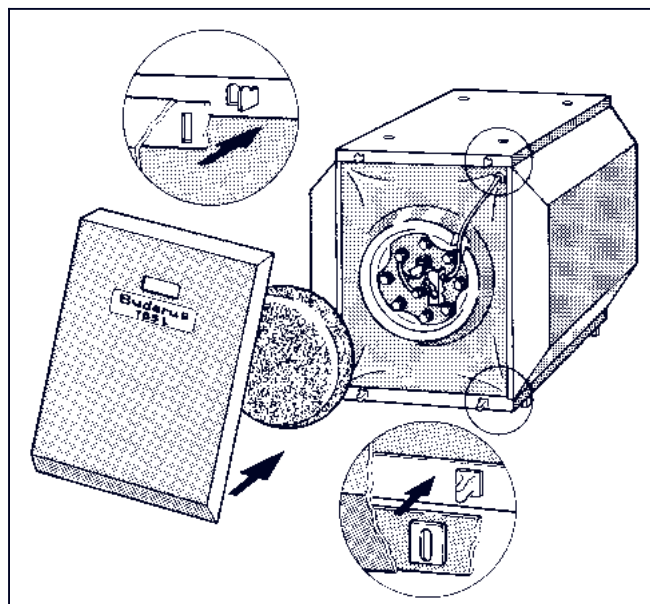

Рис. 9
- Вложить теплоизоляционную вставку перед крышкой ручного отверстия (рис. 9).
- Вставить переднюю стенку бойлера обоими шлицами в зацепление у корпуса бойлера (рис. 9).
- Вдавить переднюю стенку бойлера втулками в кулачки у корпуса бойлера (рис. 9).